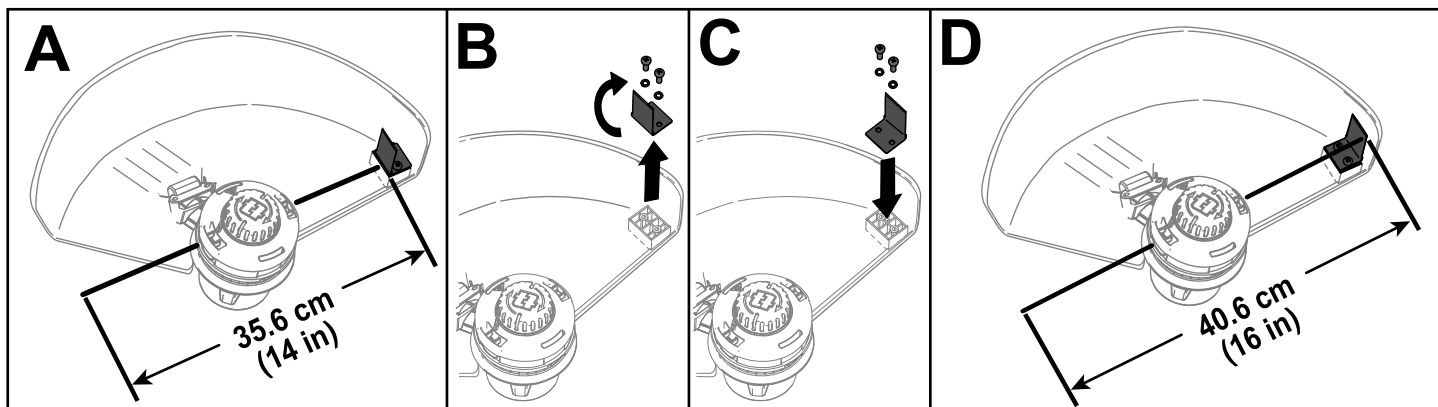

Figura 12
Il decespugliatore è dotato di fabbrica di una falciata di 36,6 cm, come illustrato in A della Figura 12. Fate riferimento alle seguenti istruzioni per regolare la falciata a 40,6 cm, come illustrato in D della Figura 12.
1. Rimuovete la lama di falciatura dalla parte inferiore della protezione, rimuovendo le 2 viti che la fissano in posizione utilizzando la chiave a brugola in dotazione (B della Figura 12) e ruotate la lama di falciatura di 180°.
2. Una volta ruotata la lama di falciatura, montatela sulla protezione utilizzando le 2 viti rimosse in precedenza (C della Figura 12).